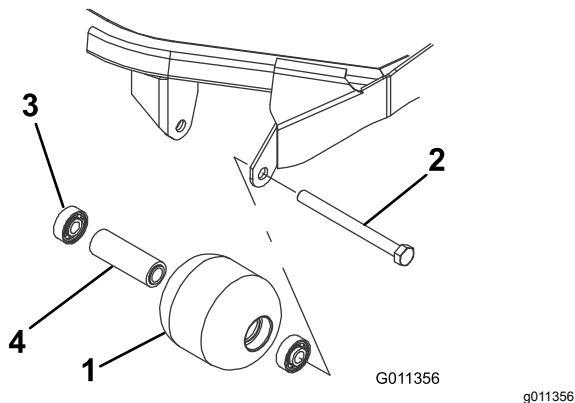

Figure 120
1. Retirez le boulon de fixation du galet (Figure 120).
1. Enfoncez le premier roulement dans le logement à la presse (Figure 120). Exercez la pression uniquement sur la bague extérieure ou uniformément sur les bagues intérieure et extérieure.
2. Insérez l'entretoise (Figure 120).
3. Enfoncez le second roulement dans le logement à la presse (Figure 120). Exercez une pression uniforme sur les bagues intérieure et extérieure jusqu'à ce que la bague intérieure rencontre la douille d'écartement.
4. Vérifiez l'état du logement de roulements, des roulements et de la douille d'écartement (Figure 120) Remplacez tout composant endommagé et procédez au remontage.